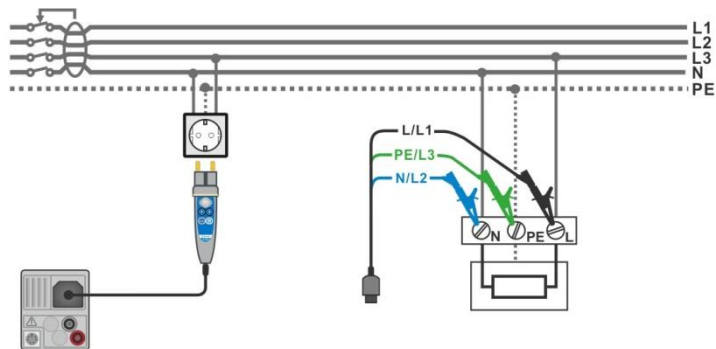

Abbildung 7.37: Anschluss des Commander-Prüfsteckers und des 3-Leiter Prüfadapters
- › Schließen Sie die Prüfleitungen oder den Commander Prüfstecker am Prüfling an, siehe **Abbildung 7.37**.